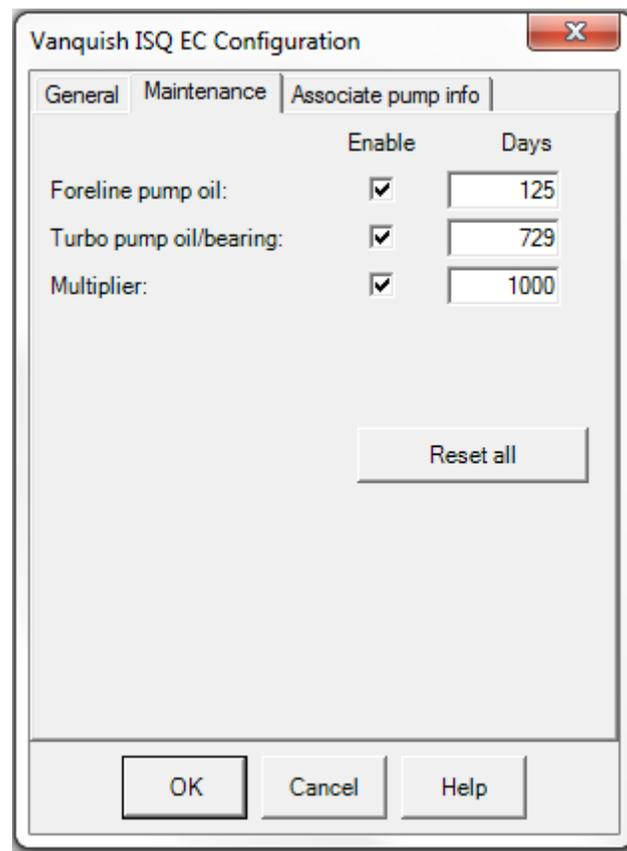

Abbildung 69: Konfiguration des ISQ EC oder ISQ EM MS – Register „Maintenance“ (Wartung)
- 24) Wählen Sie das Register **Maintenance** (Wartung) aus und überprüfen Sie, ob alle Elemente aktiviert sind (siehe Abbildung 69).